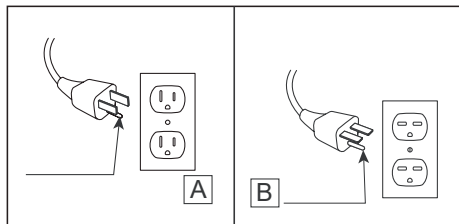

Fig.1
12. Conecte solo a tomacorrientes con la debida puesta a tierra. Este calentador se diseñó para su uso en 120 voltios. El cable tiene un enchufe como se muestra en A de la Fig. 1. No use adaptadores de 2 clavijas. Nunca lo use con extensiones eléctricas ni tomacorrientes de alimentación reubicables (tomacorrientes múltiples o regletas).